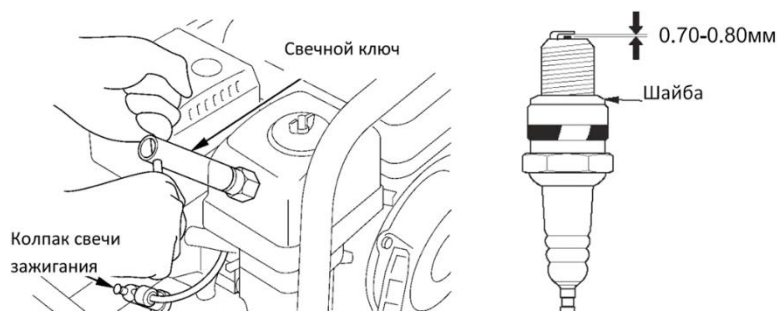

Рис.18 - Обслуживание свечи зажигания
6.1.7 Обслуживание свечи зажигания (рис.18)